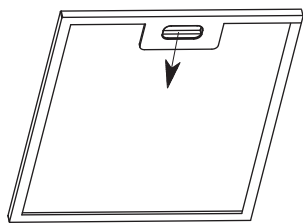

Fig. 40
- Retirar um filtro de cada vez, segurando por baixo com uma das mãos e puxando a trava em direção à parte posterior da coifa ou do filtro [Fig. 40].